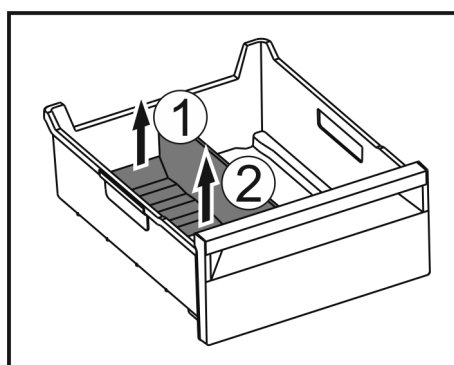

Fig. 161
- Zvedněte zadní část přepážky přihrádky na led. Fig. 161 (1)
- Přepážku přihrádky na led vyjměte nahoru. Fig. 161 (2)